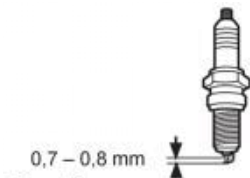

Fig. 79
6. Vérifiez l'écartement des bougies d'allumage. Elle doit être comprise entre 0,7 et 0,8 mm (Fig. 79).